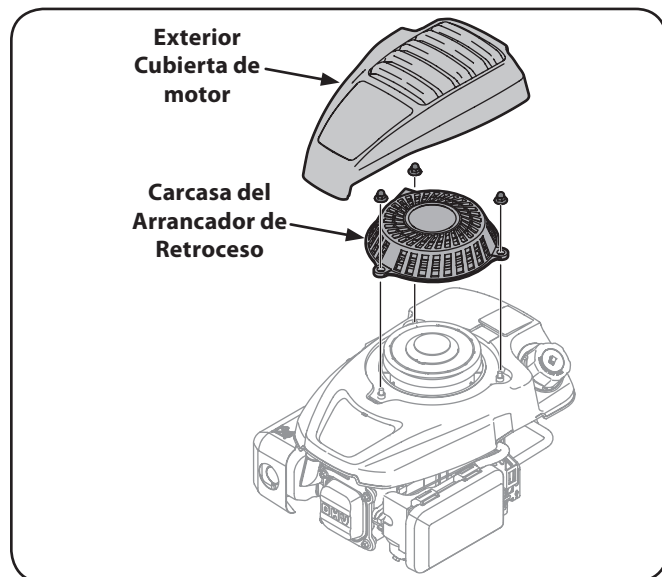

Figura 6-3
1. Retire exterior cubierta de motor (De Ser equipado) y la carcasa del arrancador de retroceso, como se muestra en la Figura 6-3.